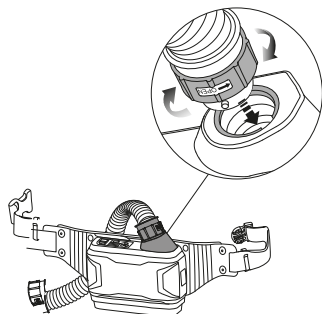

Abb.7
- Befestigen Sie ein Ende des Atemschlauches an der Kopfhaut und das andere Ende am Auslass der Gebläseeinheit. Drehen Sie das untere Ende des Atemschlauches, um es sicher zu verriegeln (siehe Abb. 7).